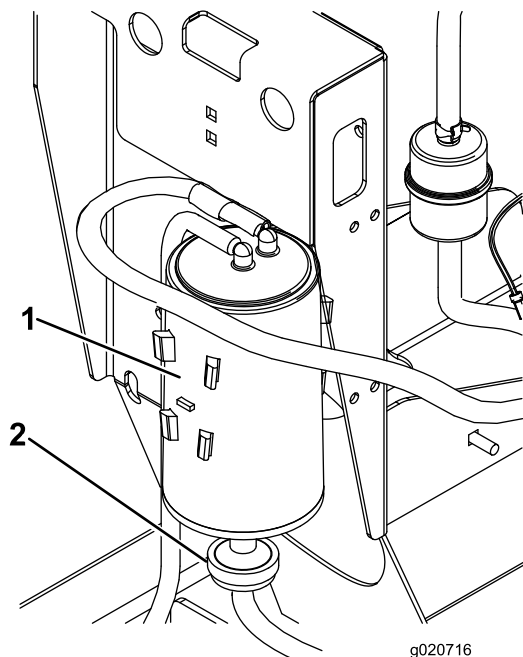

図 21
2. カーボンキャニスタ・エアフィルタからホースを取り外す(図 21)。
3. カーボンキャニスタ・フィルタを取り外して廃棄する(図 21)。